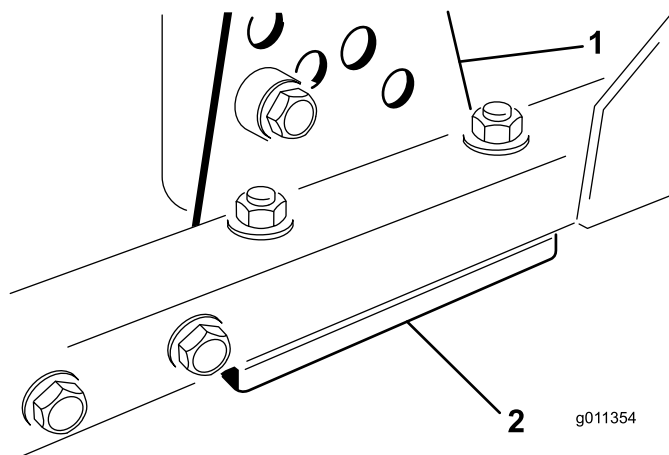

Figura 84
1. Retire o suporte da altura de corte, (frente, esquerda ou direita) da estrutura da plataforma (Figura 84).
2. Ajuste os calços de 1,5 mm e/ou de 0,7 mm entre a estrutura da plataforma e o suporte para obter a definição de altura pretendida (Figura 84).